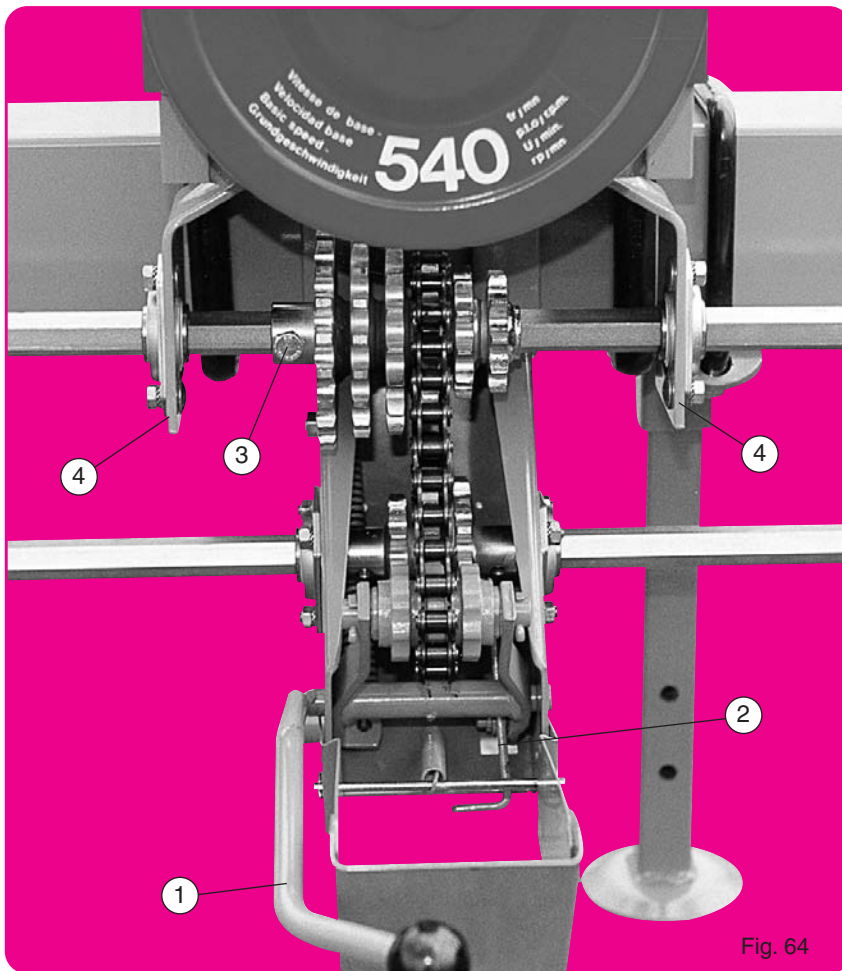

Fig. 64
- Montage normal (fig. 64) pour semoir à nombre de rangs pair et inter-rangs supérieur à 45 cm.
- Normal assembly (fig. 64) for planters with an even number of rows and inter-row spacing over 45 cm (18").
Normale Montage (Abb. 64) für Sämaschinen mit gerader Reihenanzahl und Reihenabstand über 45 cm.
- normale montage (fig. 64) voor een zaaimachine met een even aantal rijen en voor een rijafstand van meer dan 45 cm.